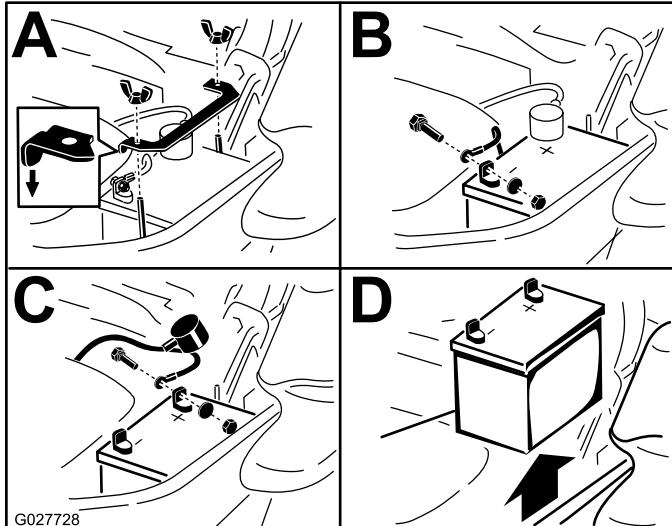

Figura 66
- Retire la batería, según se muestra en Figura 66.
Nota: Coloque la batería en la bandeja, con los bornes frente al depósito de aceite hidráulico (Figura 66).